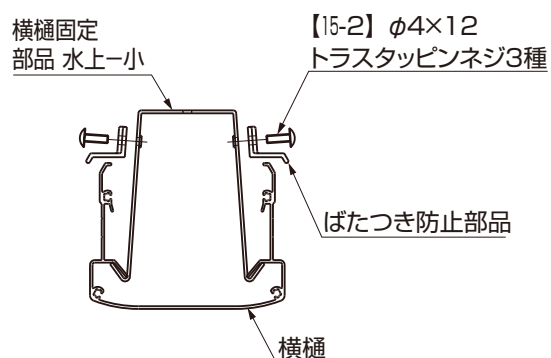
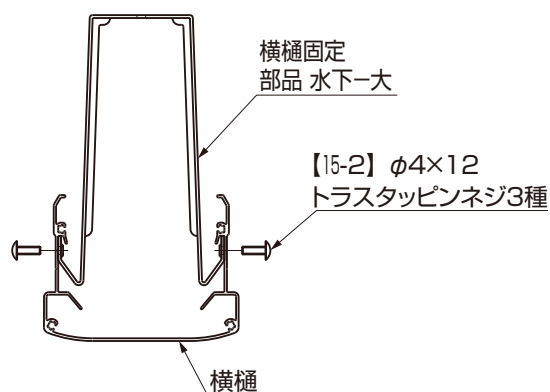

図10-8 水上側横樋取付け位置
図10-9 水下側横樋取付け位置
- 水上側の横樋固定部品には、ばたつき防止部品を取付けてください。(図10-8参照)
- 横樋は水勾配がつくように取付けてください。(図10-8、図10-9参照)